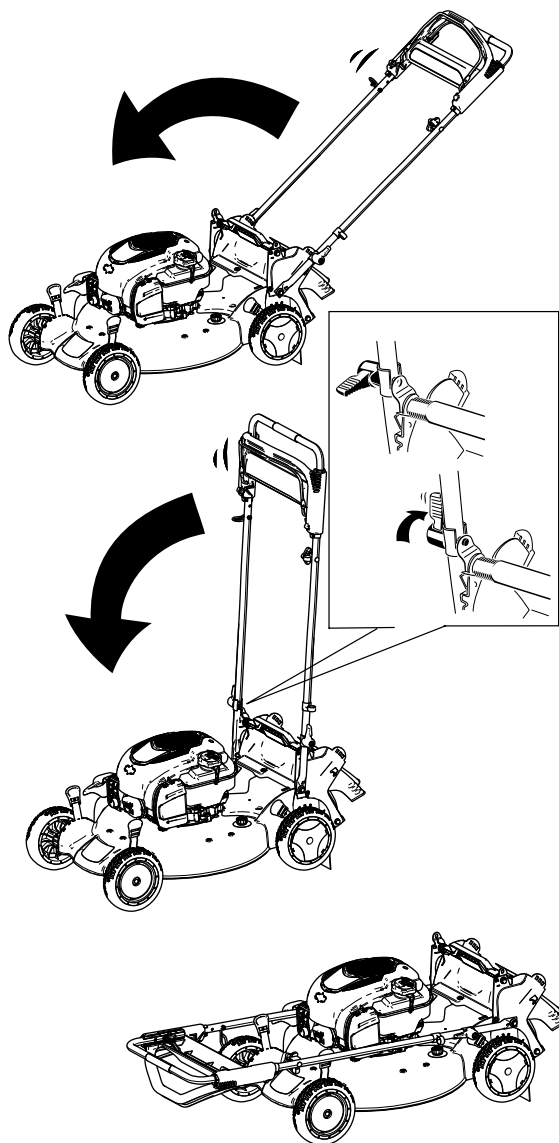

Figure 36
2. Faites pivoter le guidon en avant (Figure 36).